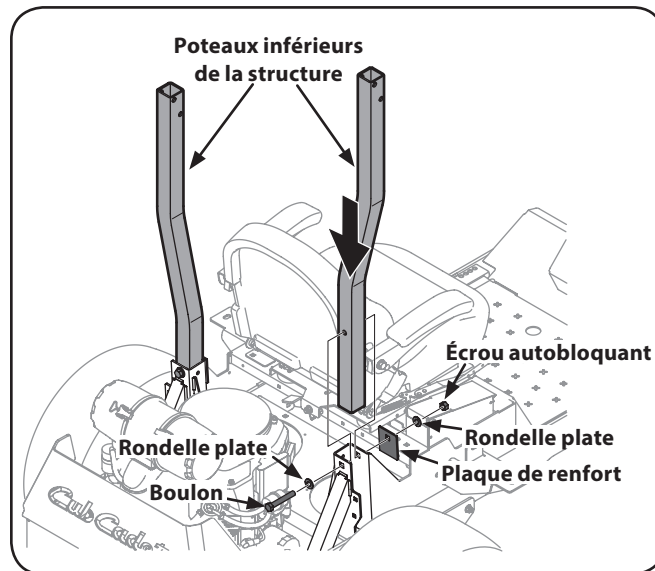

Figure 3-4
1. Insérez les poteaux tubulaires de la section inférieure de la structure de protection dans les supports soudés au châssis principal de l'appareil. Voir Figure 3-4.
2. Insérez un des boulons de l'ensemble de quincaillerie dans la rondelle plate, puis dans le support du châssis et dans le poteau de la structure de protection anti-retournement, de l'arrière vers l'avant. Répétez la procédure sur l'autre côté. Voir Figure 3-4. Si l'accès est restreint, insérez les boulons de l'avant vers l'arrière.
3. Installez les plaques de renfort et les écrous autobloquants sans complètement les serrer. Voir Figure 3-4.
6. Serrez la quincaillerie de montage à un couple de 80-90 lb/pi. Voir Figure 3-4.